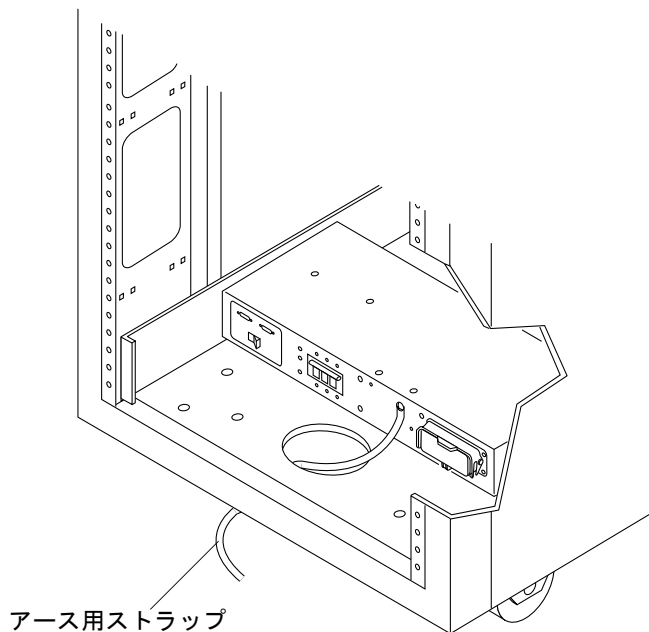

図 B-4 正面電源シーケンサへのアース用ストラップの接続
3. アース用ストラップの他端を拡張キャビネットの正面電源シーケンサに接続します (図 B-4)。